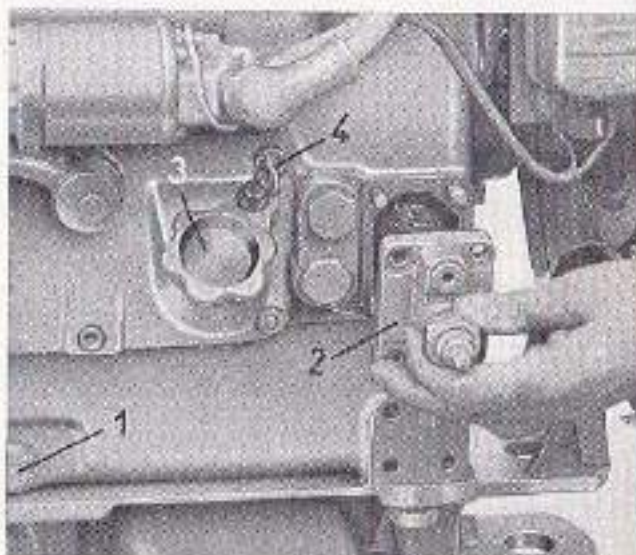

Bild 10
1. Bei betriebswarmem Motor Ablaßschraube 1 (Bild 10) seitlich am Motorblock herausnehmen und altes Öl ablassen.
2. Das auf der rechten Seite des Motors neben dem Lukendeckel befindliche Ölspaltfilter 2 (Bild 10) nach Lösen der Muttern Ausbau, Filter und Schlammraum mit Dieselkraftstoff auswaschen. Danach Filter wieder einbauen.
3. Am Öleinfüllstutzen 3 (Bild 10) 4,5 Liter neues Motorenöl einfüllen und Ölstand am Meßstab prüfen.